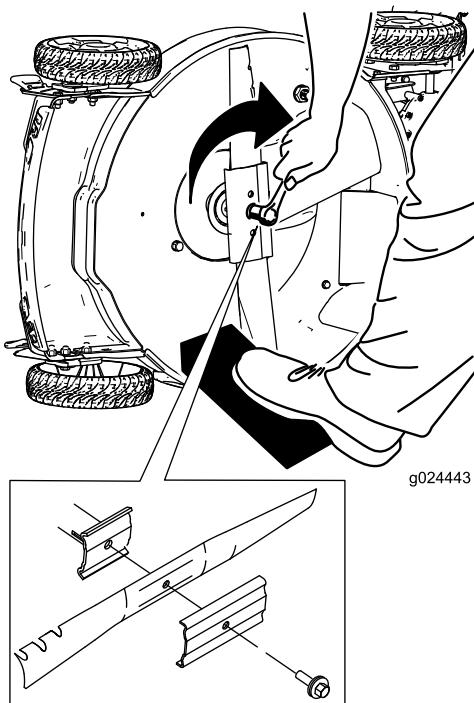

Figura 30
- Instale la cuchilla nueva y todos los herrajes de montaje (Figura 30).